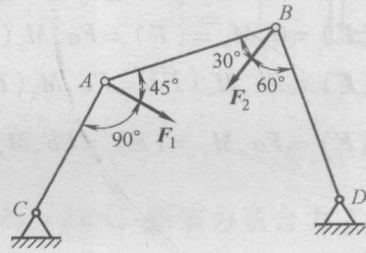

图 1-13
(16) 不计重量的三个杆件连接如图 1-13 所示, 判断二力杆 ()。